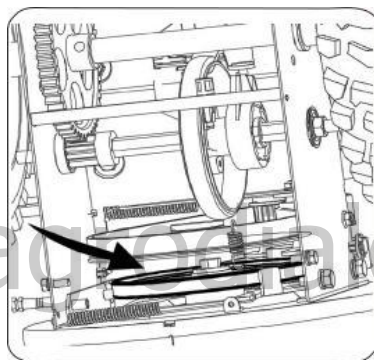

Рисунок 25
5. Снимите ремень со шкива шнека и пропустите его между опорным кронштейном и шкивом шнека. Сборка ремня шнека выполняется согласно вышеприведённой инструкции в обратном порядке (см. рис.25).